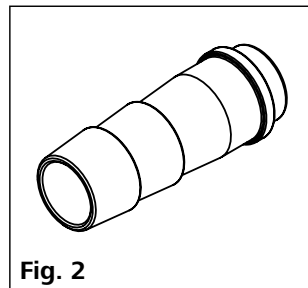

Fig. 2
- Schlaucholive DN 12 (2 Stck.) (siehe Fig. 2)